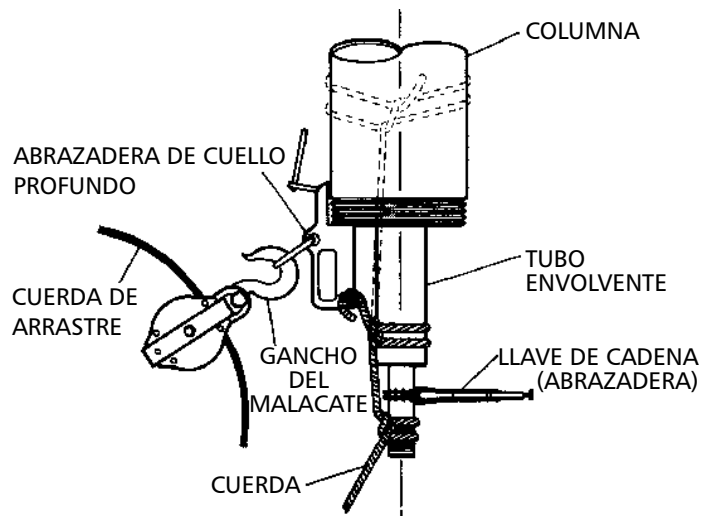

Figura 8
1. Inserte las secciones del tubo (654) y del eje (646) en la sección de la columna.
2. Ponga una abrazadera de izaje justo debajo del extremo superior de la columna y empálmela firmemente contra el acoplamiento del tubo de la columna (645). Para columnas con bridas, ponga la abrazadera de izaje justo debajo de la brida.
3. Ponga una eslinga al gancho del malacate. Ate el extremo inferior del eje (646) a la columna (644) por medio de una cuerda sujeta a la abrazadera de cuello profundo fijada al extremo inferior de la columna. (ver Figura 8). Coloque un ballestrinque o doble medio-nudo alrededor del tubo envolvente y luego alrededor del eje en el área de la rosca. La Figura 8 muestra también el método alternativo (líneas punteadas).